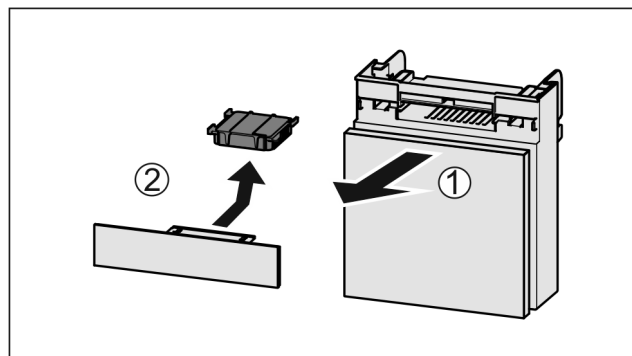

Fig. 146
- ▶ Retire el compartimiento hacia delante Fig. 146 (1).
- ▶ Retire el filtro de carbón activo Fig. 146 (2).